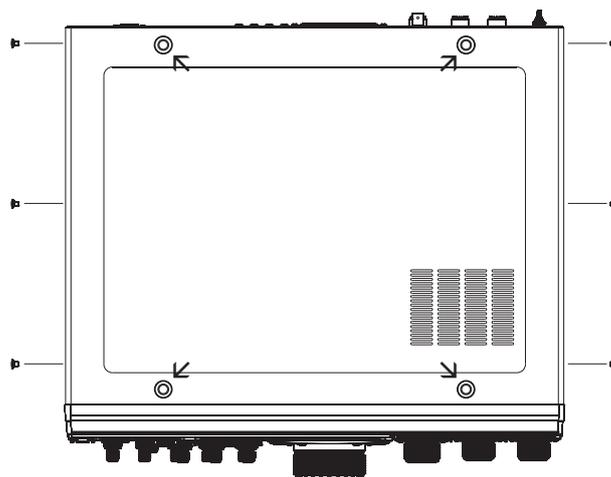

FIGURE 1
3. En vous référant à la figure 1, enlevez les trois vis de chaque côté de l'émetteur-récepteur et les quatre vis du haut de l'émetteur-récepteur, puis enlevez le couvercle.